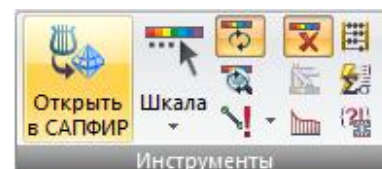

Рис. 121. Панель **Инструменты**
- **Инструменты** (рис.121) - основные инструменты для настройки режима графического отображения схемы, функции по дополнительному анализу результатов, а также передача результатов подбора армирования в систему САПФИР-ЖБК.
Панель **Инструменты** (рис.121) содержит следующие команды: